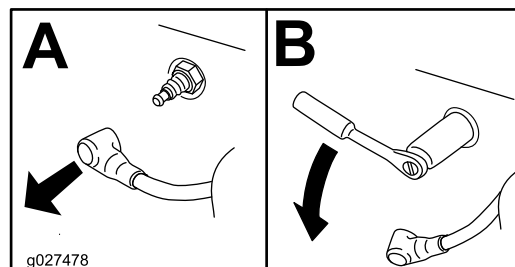

Figure 27
4. Enlevez la bougie (Figure 27).